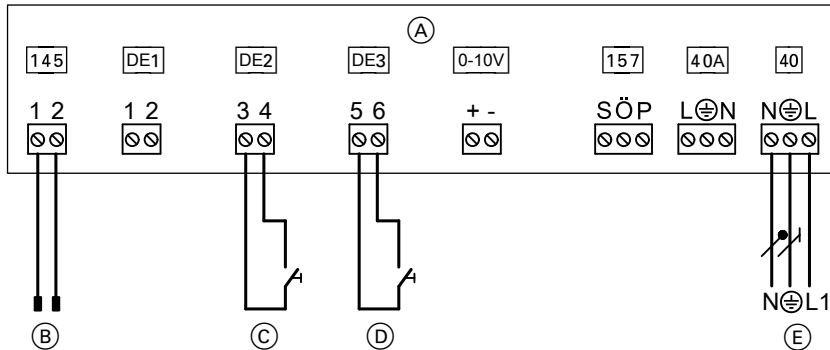

Abb. 52
- An Erweiterung EA1 gemäß Abb. 52